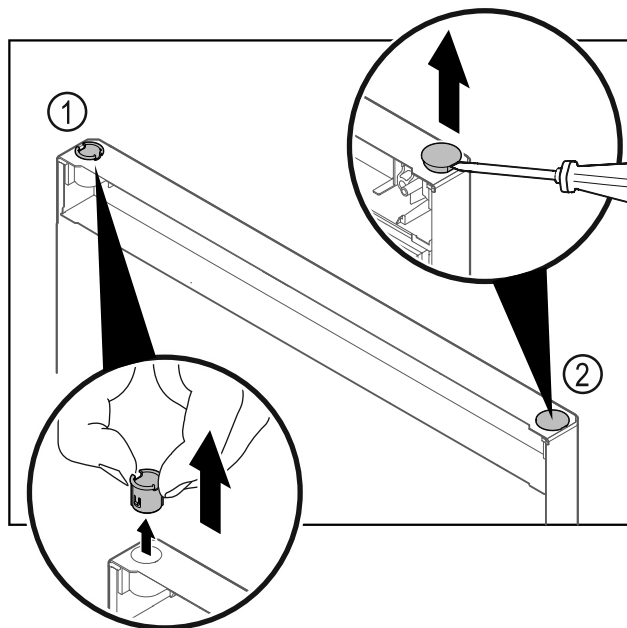

Fig. 14
- Pušo tečaja Fig. 14 (1) snemite s prsti.
- S ploščatim izvijačem previdno dvignite krovni čep Fig. 14 (2) in ga izvlecite.